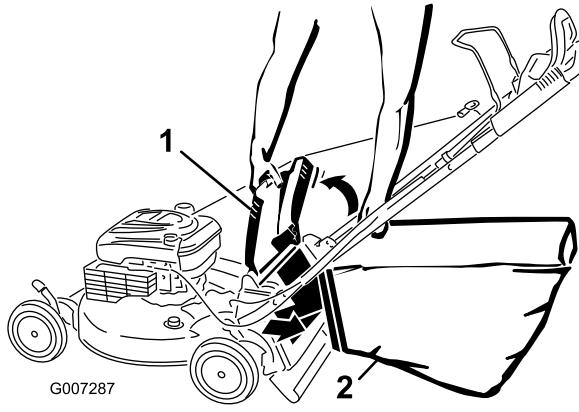

Figura 21
- Appendete il bordo superiore anteriore del cesto di raccolta sulle apposite tacche (Figura 21).